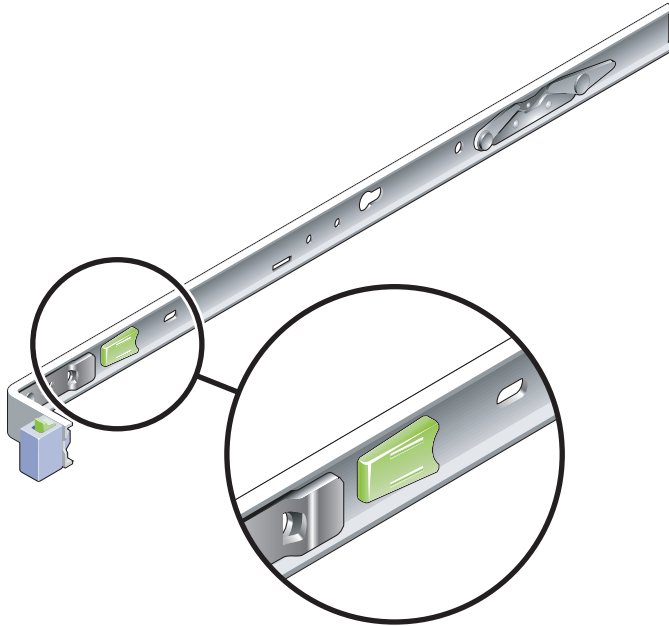

ABBILDUNG 2-2 Entriegelung des Montagebügels
- c. Schieben Sie die Bügelentriegelung nach links (ABBILDUNG 2-2) und ziehen Sie dann den Montagebügel ganz von der Schiene ab.